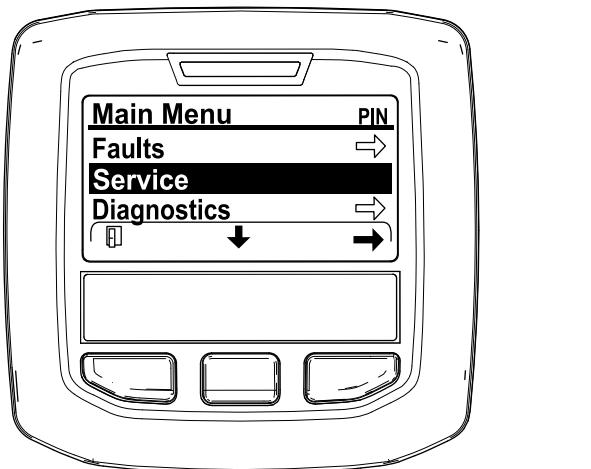

Figura 30
2. Navigate al MENU PRINCIPALE, premete il pulsante centrale per scorrere fino all'opzione MENU MANUTENZIONE, poi premete il pulsante destro per selezionare l'opzione MANUTENZIONE (Figura 30).